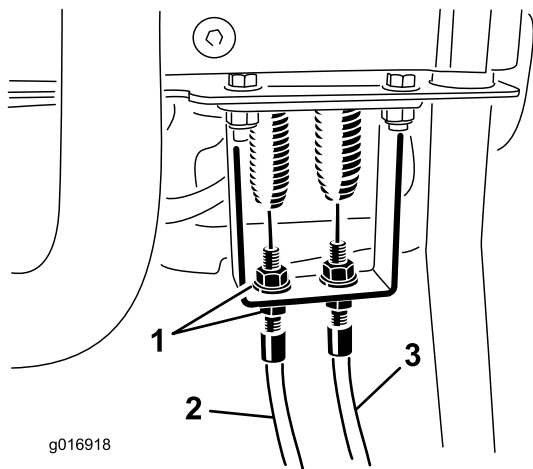
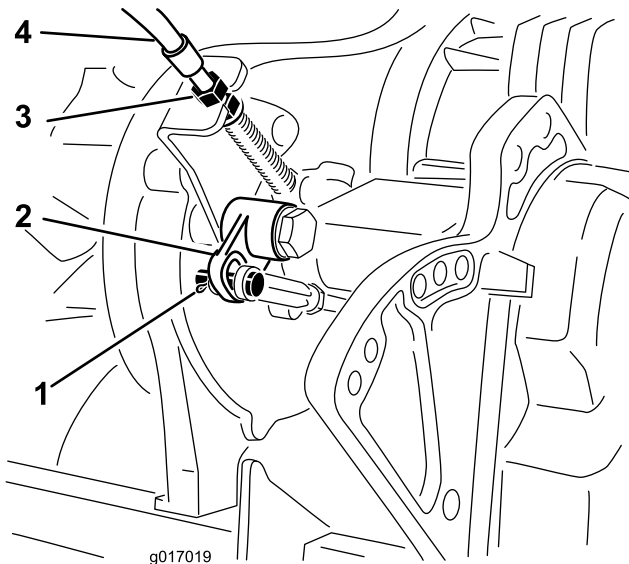

図 45
図 46
2. 走行コントロールケーブルの延長スプリング部分にたるみがないか点検する（図 45）。たるみがある場合には、バルクヘッド（図 46）についているジャムナットを調整してたるみを取る（スプリングを伸ばさない）。
4. ベルクランクロッドのクレビスをベルクランクレバーに固定しているコッターピンとクレビスピンを外す。ベルクランクレバーからクレビスを外す（図 46）。
7. トランスミッションのバルクヘッド（図 46）で、先ほどの調整に合わせてケーブルのジャムナットを調整してベルクランクへの距離を小さくする。
8. ケーブルの調整は、コントロールパネルのバルクヘッドのところで行い、ケーブルのジャムナットを回転させて、スプリングが伸びずにケーブルのたるみが完全になくなるように調整する（図 45）。
3. コントロールハンドルのバルクヘッド部で、リールコントロールケーブルをゆるめてケーブルにたるみを持たせる（図 45）。